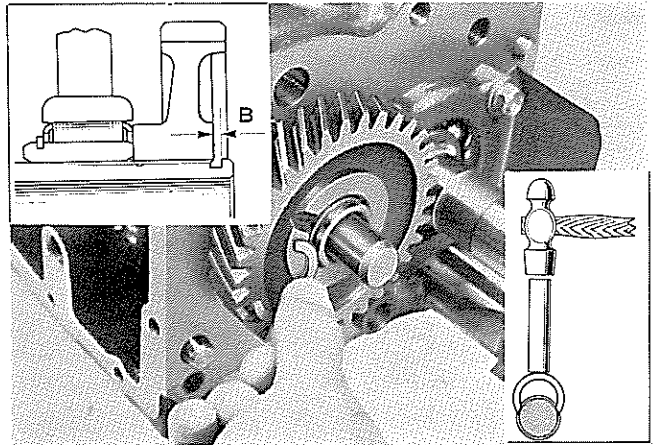

図7-73 スナップ リング組み付け
- 1 選択要領は図7-73 B寸法部に組み付け可能なもので厚さ最大のものを組み付ける。
- 2 スナップ リングは 図7-73 のように組み付ける。